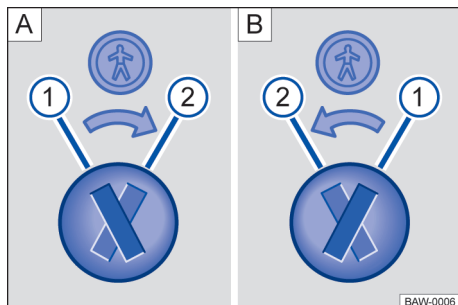

Fig. 46 Trava de segurança para crianças: [A] porta traseira esquerda, [B] porta traseira direita.
Legenda para → Fig. 46:
- Introduzir a haste da chave na ranhura da trava de segurança para crianças para ativar ou desativar → Fig. 46.